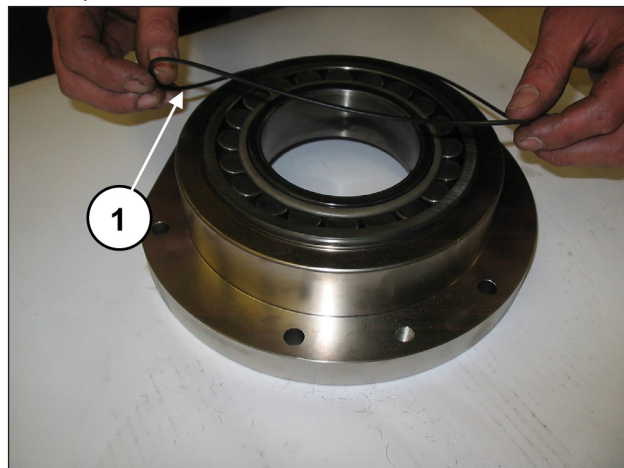

Abb. 71
Montieren Sie den O-Ring außen am Lagerdeckel (Pos. ①, Abb. 71).